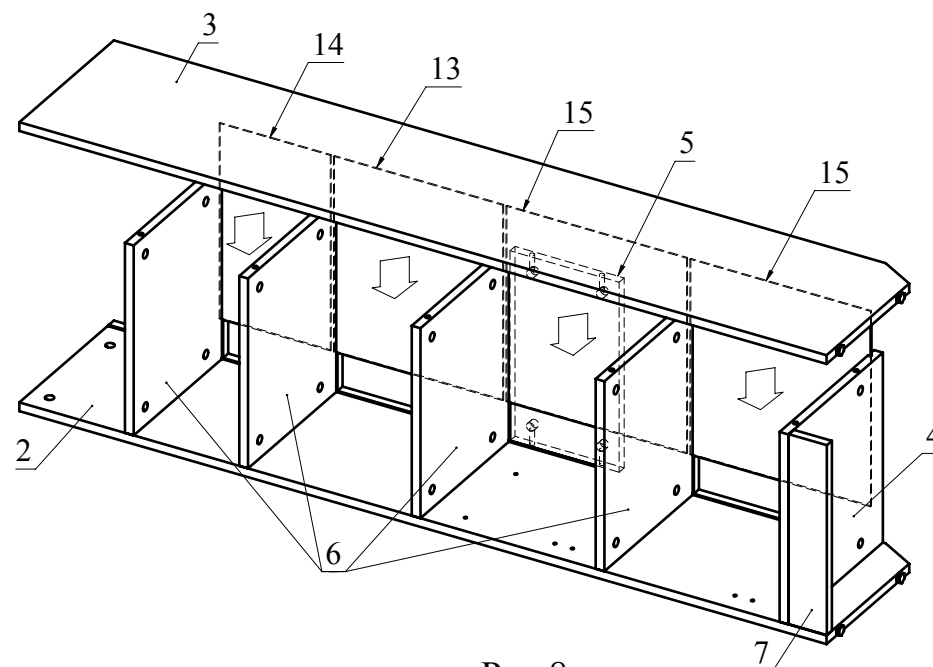

Рис.8
8. Вставьте детали задние стенки 13, 14, 15 из ДВП в пазы деталей 2, 6. Установите деталь 3 на детали 4, 5, 6, 7 и затяните головки минификсов (Рис. 8).